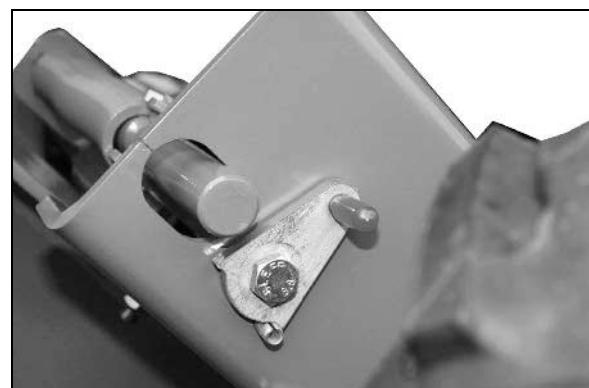

Рис. 26
1. Установите шаровой кран (Рис. 26/1) в положение B.